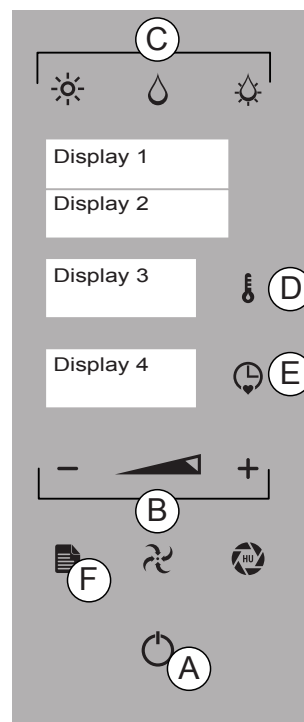

Fig.1
Pour sortie de la fonction et retourner au menu principal, appuyer sur la touche « MENU" (Fig 1/F).
3. Avec les touches "MOINS" et "PLUS" (Fig 1/F) sélectionner la fonction "DELTA T".
Enfoncer la touche "TEMPÉRATURE" (Fig 1/D) et configurer la différence de température constante entre la chambre de cuisson et la sonde à cœur comprise **entre 20° et 120°**.
Enfoncer la touche "TEMPS" (Fig 1/E) et avec les touches "MOINS", "PLUS" (Fig 1/B), choisir la température de la sonde. Enfoncer la touche "TEMPS" pour confirmer.
Enfoncer la touche "ENVOI" (Fig 1/A) pour démarrer la cuisson.